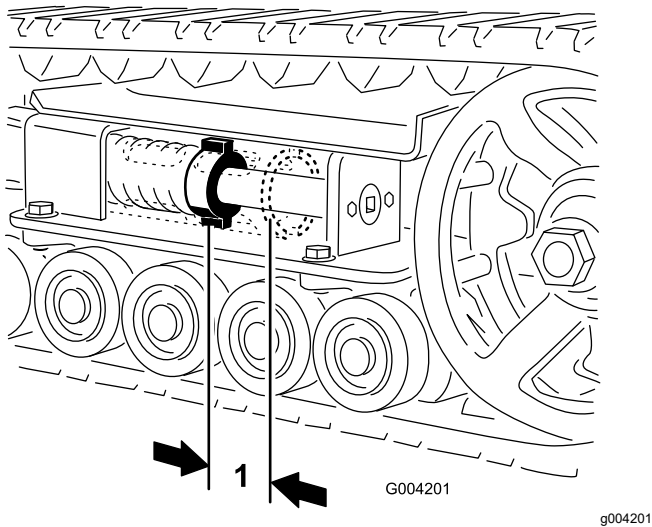

図 44
テンションナットとテンションチューブの背面との間には7 cm のすき間があるのが適正です 図 44。距離が適切でない場合は、以下の調整を行ってください
5. ドライブラチェット $\frac{1}{2}$ " を使って、テンショニングねじを右に回してテンションナットとテンションチューブの背面との間に 7 cm のすき間 図 44 を作る。
12. テンションねじを左に回してテンションナットとテンションチューブの背面との間に 7 cm のすき間 図 44 を作る。